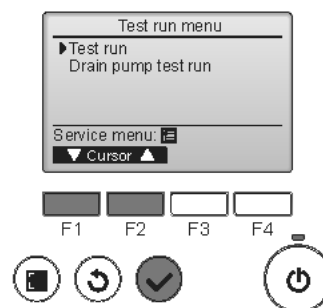

Fig. 8-2
- ② Vælg "Test run" (Testkørsel) i Test run menu (Testkørselsmenu), og tryk på knappen [VÆLG]. (Fig. 8-2)
- ③ Testkørslen starter, og skærmen Test run (Testkørsel) vises.